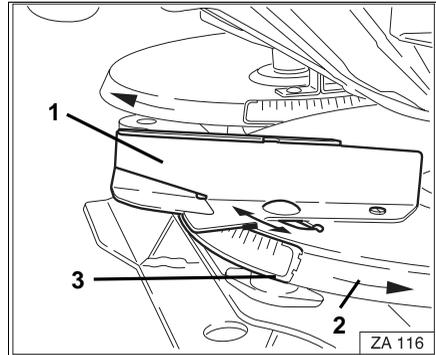

Fig. 53
Veillez à monter correctement les aubes. Le côté ouvert du profilé en U de l'aube (Fig. 53/1) doit être orienté dans le sens de rotation (Fig. 53/2).
- Dévissez l'écrou à ailettes (Fig. 53/3) et remplacez l'aube (Fig. 53/1).
- Revissez en serrant bien, l'écrou à ailettes (Fig. 53/3).